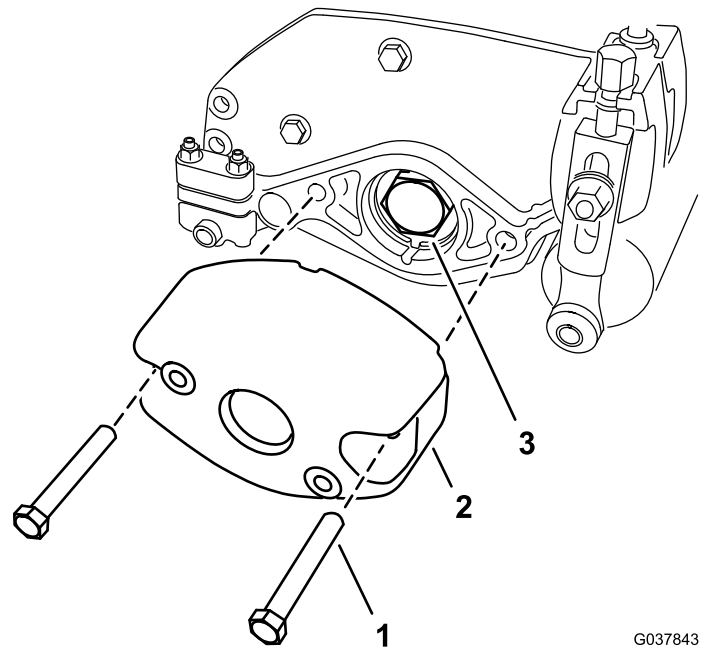

Figure 4
1. Retirez les 2 boulons (5/16" x 2 1/4") des 2 écrous (retenus par la plaque latérale) qui fixent le contrepoids sur la plaque latérale de l'unité de coupe. Déposez le contrepoids (Figure 4).
3. Retirez l'écrou de roulement de l'arbre du cylindre (Figure 4).